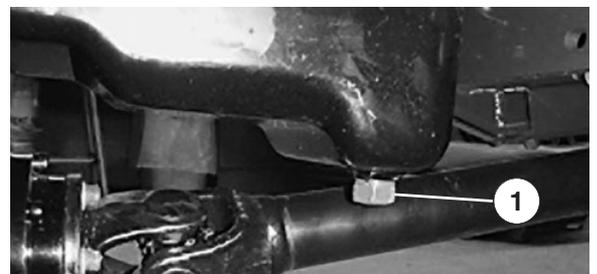

Bild 25
2. Öffnen Sie die Haube. Stellen Sie das Auffanggefäß unter die Ölwanne und richten Sie es auf die Verschlusschraube aus (Bild 25).